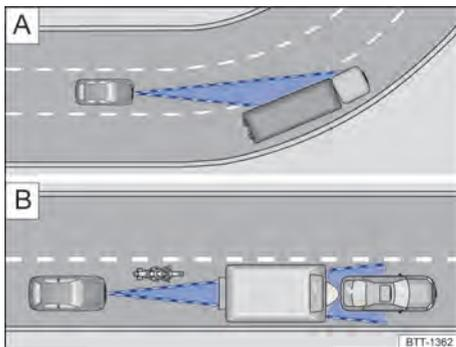

Fig. 140 A) Condução em curvas. B) Veículos à frente fora da área de alcance do sensor do radar.
O sensor do radar mede sempre em linha reta. Por isso, veículos em curvas estreitas podem ser detectados por engano ou veículos trafegando à frente podem não ser detectados → **Fig. 140 A**.
- Veículos que trafegam fora da área de alcance do sensor a curta distância do veículo próprio, por exemplo, motocicletas → **Fig. 140 B**.